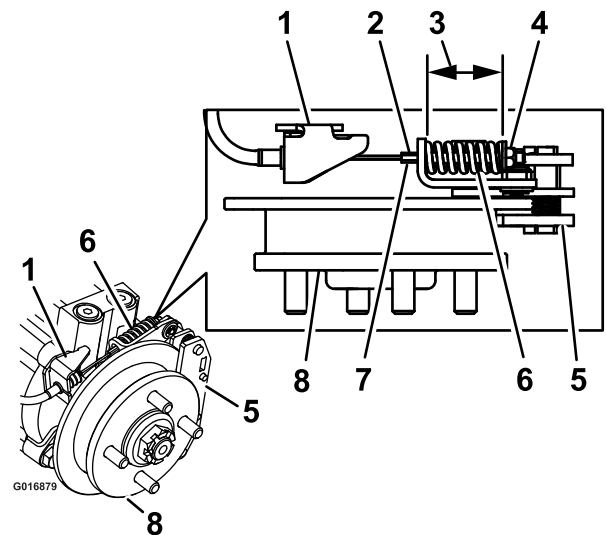

Figura 71
9. Sujete el extremo de la varilla roscada con una herramienta y ajuste la contratuerca hasta que el muelle mida de 3.8 a 4.0 cm (1-1/2 a 1-9/16 pulgada); consulte Figura 71. No deje que el cable gire mientras se aflojan las tuercas.